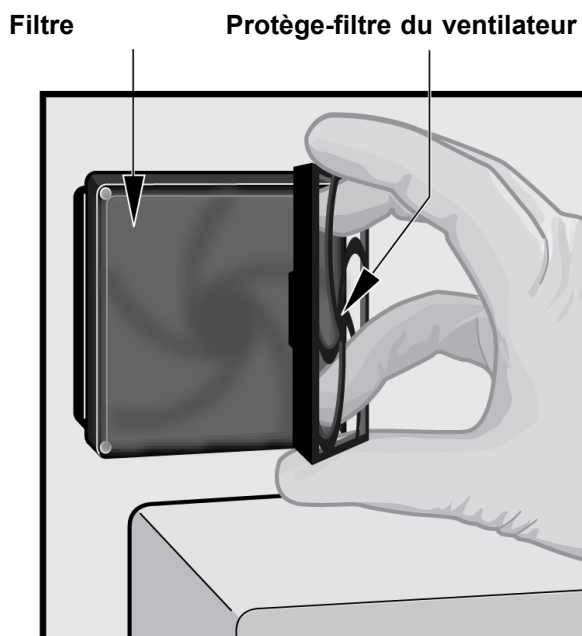

Figure 9-22. Retrait du protège-filtre du ventilateur et du filtre
4. Retirez délicatement le filtre et le protège-filtre du boîtier en déclipant le protège-filtre du ventilateur. Voir la Figure 9-22 et placez-le de côté pour le restant de la procédure de retrait et de nettoyage des filtres.